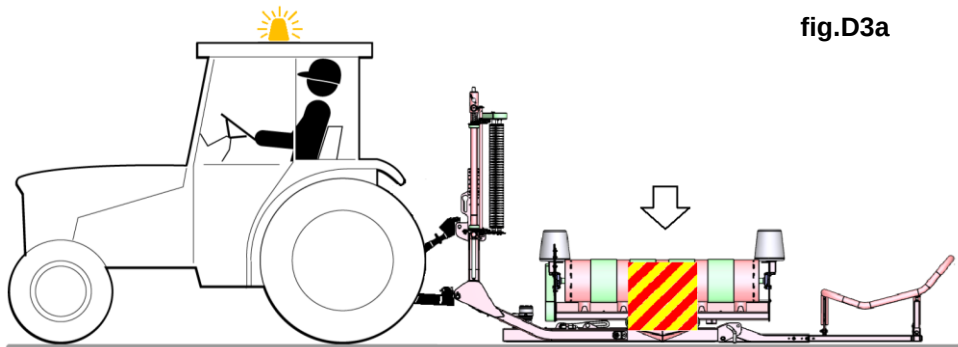

fig.D3a
- abbassare il sollevatore idraulico del trattore fino a che il telaio basculante dell'avvolgitore tocca il terreno (**fig. D3a**);